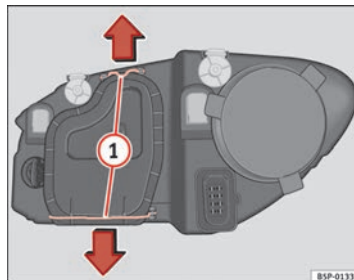

Fig. 164 Luz de cruce
- Desplace los tirantes ⇒ fig. 164 1 en el sentido de la flecha y saque la tapa.